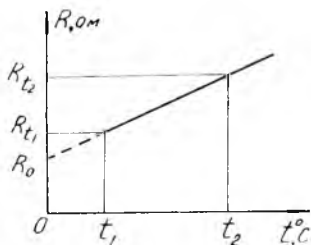

Рис. 2
На рис. 2 представлена схема моста постоянного тока, используемая в данном упражнении. На этой схеме R_x — резистор с неизвестным сопротивлением, R — декада резисторов, $K_{н}$ — нажимная кнопка. Резисторы r_1 и r_2 являются участками длинной проволоки (реохорда), намотанной на каркас.
1. Собрать схему, приведенную на рис. 2.
3. Определить значение R_0 , экстраполируя график на $t = 0$. Вычислить значение α , выбрав произвольно значения t_1 и t_2 и взяв по графику соответствующие значения R_{t_2} и R_{t_1} (рис. 2).